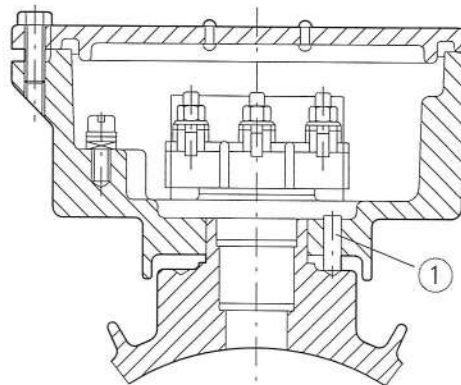

Abbildung 6: Klemmenkasten mit Gewindestift ①
- die Verdrehsicherung durch den Gewindestift (→ Abb. 6).
Klemmenkästen, die entsprechend Abb. 6 befestigt sind, dürfen Sie vom Gewindeanschlag maximal eine Umdrehung zurückdrehen. Deckel, die über ein Gewinde aufgeschraubt werden, drehen Sie vom Gewindeanschlag maximal bis zur ersten Sicherungsstelle zurück. Sichern Sie diese dort.